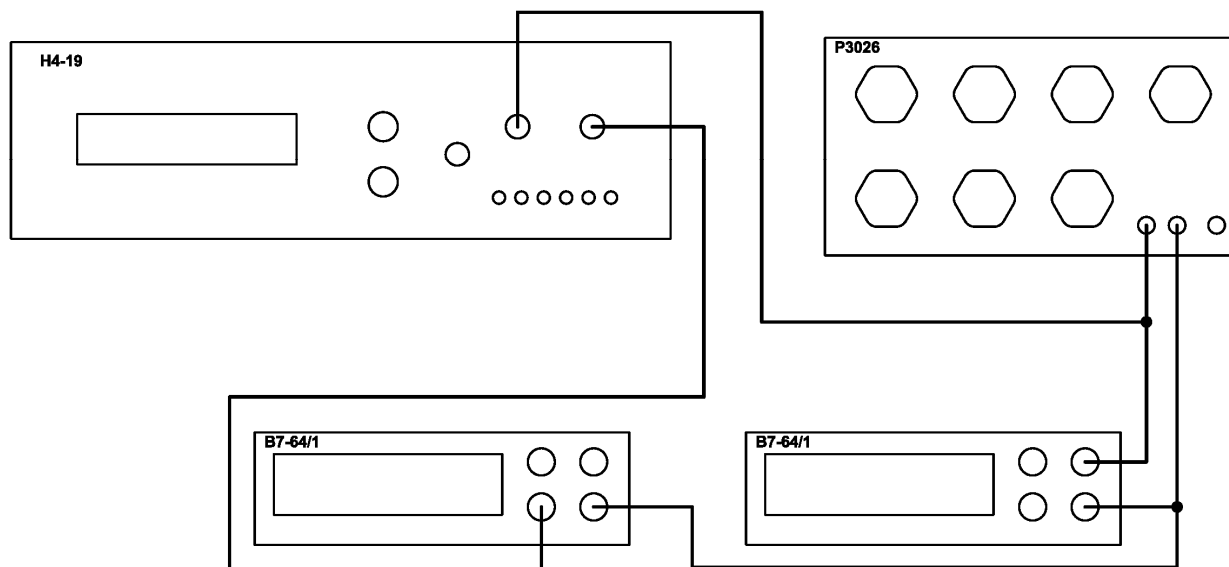

Рисунок 2.3
4.3.4 Проверку воспроизведения силы постоянного тока при максимальном падении напряжения на нагрузке проводят с помощью двух мультиметров В7-64/1 один из которых используется для измерения силы тока в цепи нагрузки, а второй для измерения падения напряжения на ней. В качестве сопротивления нагрузки используется мера электрического сопротивления многозначная Р3026. Схема соединения приборов приведена на рис. 2.3.